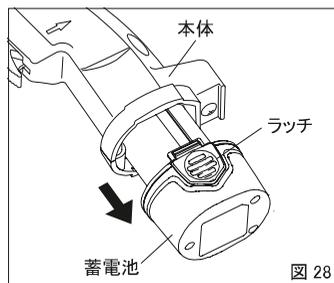

図 28
(1) 充電
① 蓄電池のラッチ部を押しながら蓄電池を本体から取外します(図28)。